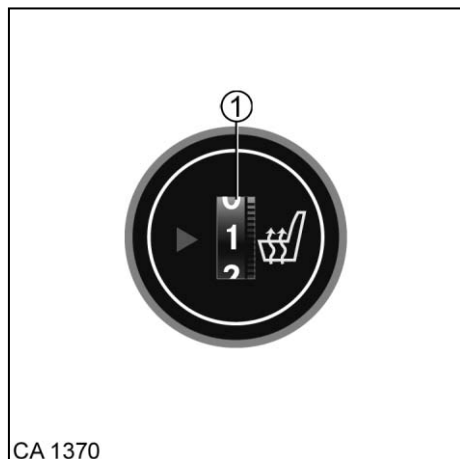

Fig. 18 Chauffage de siège
1. Régler le thermostat (Fig. 18/1) sur la puissance de chauffage souhaitée.